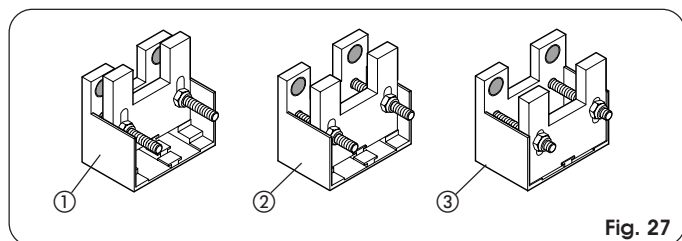

Fig. 27
- 1) Cremallera galvanizada 30x6 módulo 4 (Fig. 27 - Ref. ①)
- 2) Cremallera galvanizada 30x12 módulo 4 (Fig. 27 - Ref. ②)
- 3) Cremallera de nylon reforzado 30x20 módulo 4 (Fig. 27 - Ref. ③)